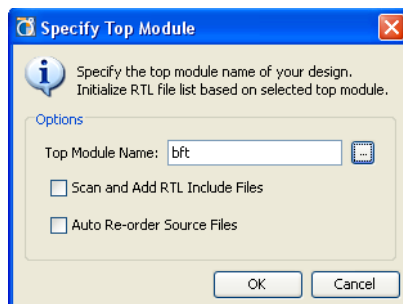

図 5-1 : [Specify Top Module] ダイアログ ボックス
2. [Specify Top Module] ダイアログ ボックス (181 ページの図 5-1) でトップ モジュールを選択し、[OK] をクリックします。